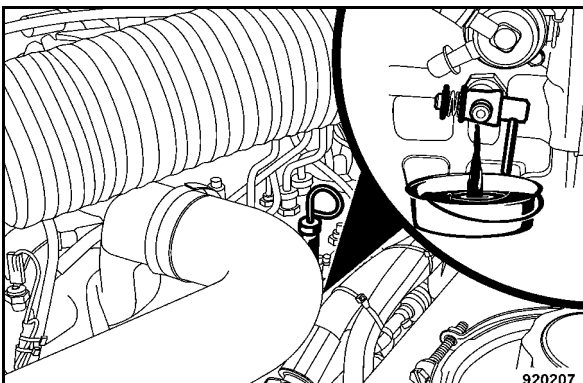

Fig. 174
- Ouvrir la vanne de vidange (Fig. 174).